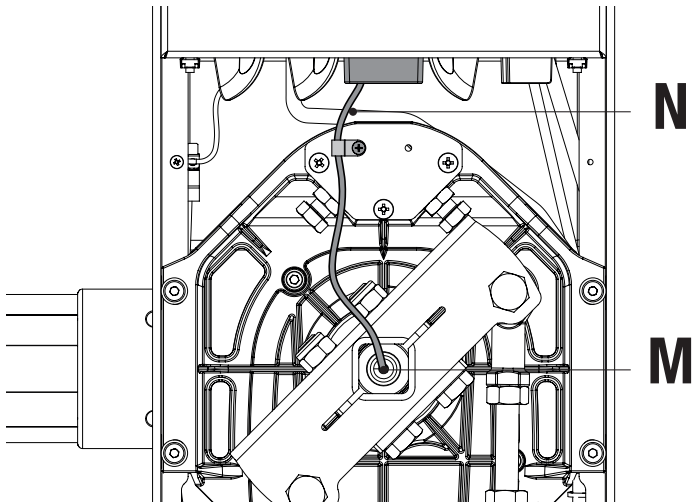

Fig. 4
- Far uscire dal lato opposto del motoriduttore il cavo della striscia luci a led **[M]**, bloccandolo con il ferma cavo in dotazione **[N]** (fig. 4).